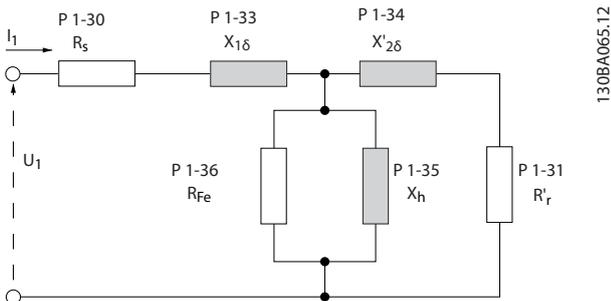

Ilustración 3.6 Diagrama equivalente del motor para un motor asíncrono
Un simple control del valor de la suma $X_1 + X_h$ se efectúa dividiendo la tensión del motor línea a línea por la raíz cuadrada (3) y dividiendo este valor por la intensidad del motor sin carga. $[VL-L/\text{sqrt}(3)]/I_{NL} = X_1 + X_h$, consulte la *Ilustración 3.6*. Estos valores son importantes para magnetizar adecuadamente el motor. Esta comprobación se recomienda encarecidamente en los motores de ocho o más polos.
Size related* [0.0400 - 400.0000 Ohm]	Ajuste la reactancia de fuga del estátor del motor utilizando uno de los siguientes métodos: <ul style="list-style-type: none"> Ejecute un AMA en un motor frío. El convertidor de frecuencia mide el valor del motor. Introduzca manualmente el valor de X_1. Consulte este valor al proveedor del motor. Utilice el ajuste predeterminado de X_1. El convertidor de frecuencia selecciona el ajuste basándose en los datos de la placa de características del motor. <p>Consulte la Ilustración 3.6.</p> AVISO! El valor del parámetro se actualiza tras cada calibración del par si se selecciona la opción [3] 1st start with store o la opción [4] Every start with store en el parámetro 1-47 Calibrac. de par baja veloc..
Size related* [0.0400 - 400.0000 Ohm]	<p>Ajuste la reactancia de fuga del rotor del motor utilizando uno de los métodos siguientes:</p> <ul style="list-style-type: none"> • Ejecute un AMA en un motor frío. El convertidor de frecuencia mide el valor del motor. • Introduzca manualmente el valor de X₂. Consulte este valor al proveedor del motor. • Utilice el ajuste predeterminado de X₂. El convertidor de frecuencia selecciona el ajuste basándose en los datos de la placa de características del motor. <p>Consulte la Ilustración 3.6.</p> <p>AVISO!</p> <p>El valor del parámetro se actualiza tras cada calibración del par si se selecciona la opción [3] 1st start with store o la opción [4] Every start with store en el parámetro 1-47 Calibrac. de par baja veloc..</p> <p>AVISO!</p> <p>Este parámetro solo es relevante para los motores asíncronos.</p>